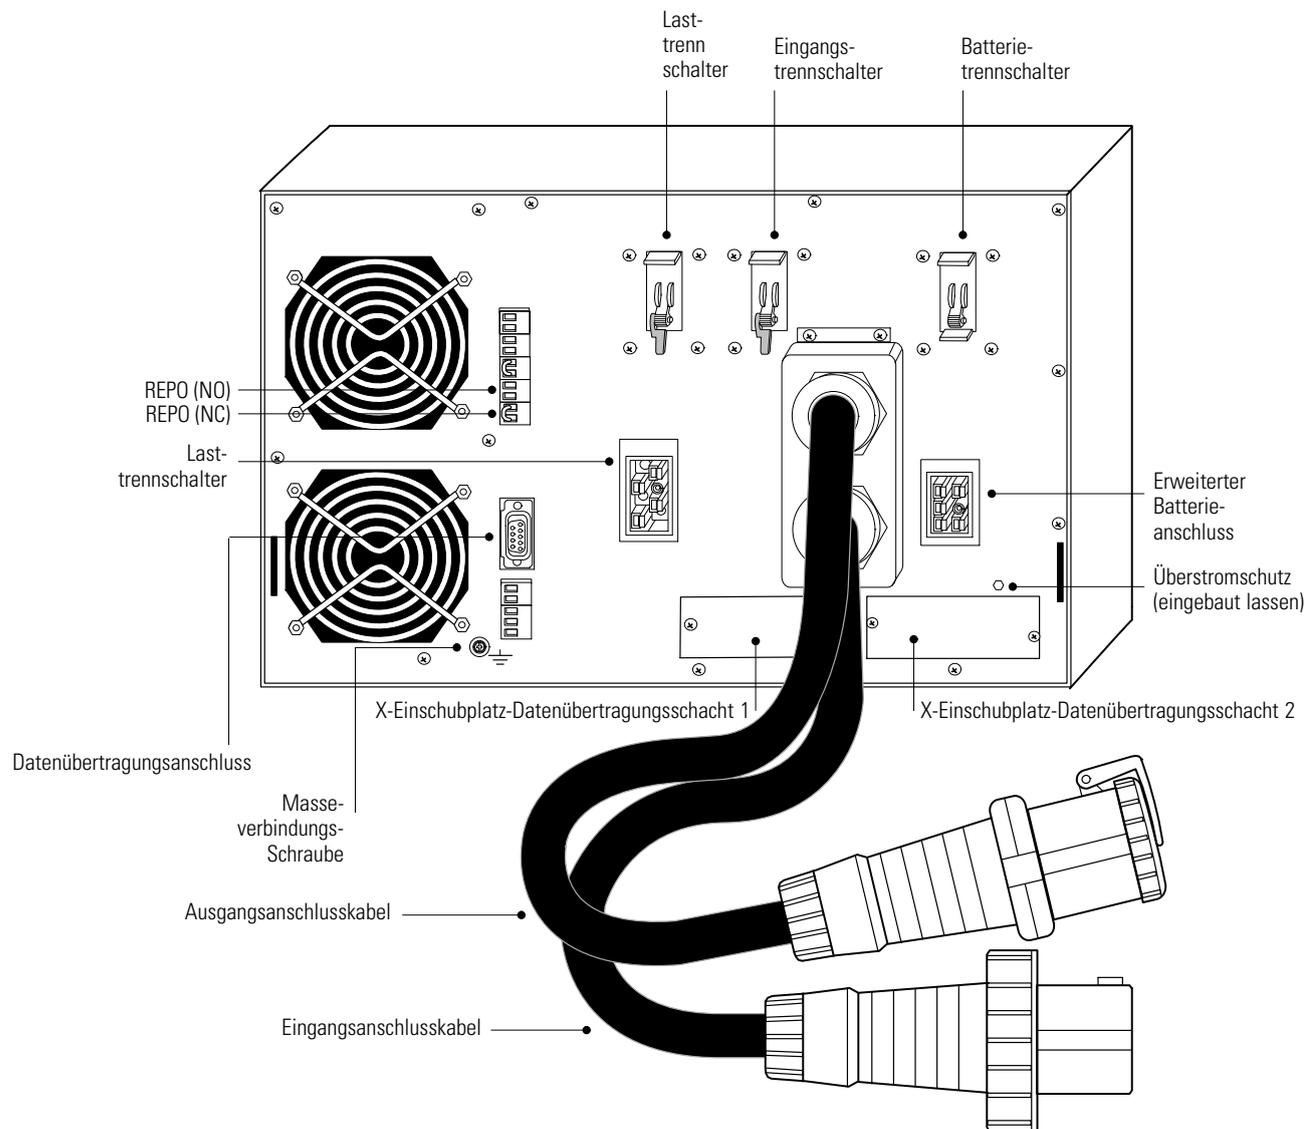

Abbildung 32. BladeUPS-Rückwand (dargestellt als Standalone-USV mit Ausgangsanschlusskabel IEC 309-60A)
1. Überprüfen, ob die Trennschalter an der USV-Rückwand in der Position OFF (O) stehen (siehe Abbildung 32 auf Seite 32).
4. Wenn das Rack über Anschlüsse zum Erden ungeerdeter Metallteile verfügt, das Massekabel (nicht im Lieferumfang enthalten) an der Masseverbindungsschraube anschließen. Siehe Abbildung 32 für die Lage der Masseverbindungsschraube.
HINWEIS Es wird empfohlen, die Powerware HotSync-CAN-Bridge-Karte in den X-Einschubplatz-Datenübertragungsschacht 2 einzubauen (siehe Abbildung 32 auf der Seite 32), sodass X-Einschubplatz-Datenübertragungsschacht 1 noch für weitere Arten von X-Einschubplatz-Karten zur Verfügung steht.
16. Wenn das Rack über Anschlüsse zum Erden ungeerdeter Metallteile verfügt, das Massekabel (nicht im Lieferumfang enthalten) an der Masseverbindungsschraube anschließen. Siehe Abbildung 32 auf Seite 32 zur Position der Masseverbindungsschraube.
12. Wenn das Rack über Anschlüsse zum Erden ungeerdeter Metallteile verfügt, das Massekabel (nicht im Lieferumfang enthalten) an der Masseverbindungsschraube anschließen. Siehe Abbildung 32 auf Seite 32 zur Position der Masseverbindungsschraube.